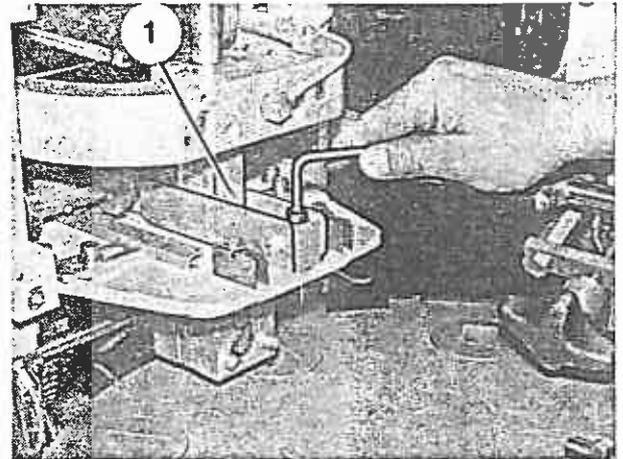

Bild 139
1. Maschine so lange am Handrad drehen (siehe Abschnitt 6.3), bis der Hüllenstempel (Bild 139/1) die höchste Stellung erreicht hat.
2. Befestigungsschraube des Schuhs herausrauben (Bild 139) und Schuh abnehmen.